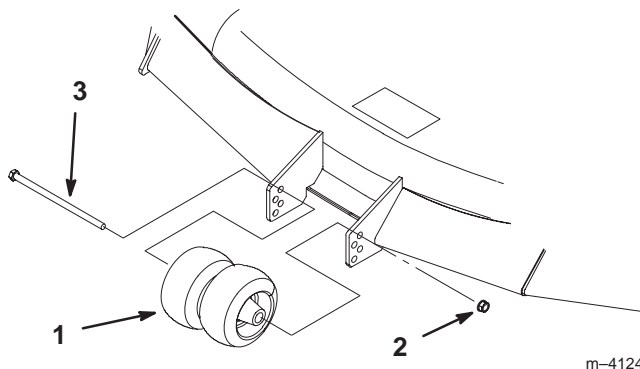

Figure 24
3. Lorsque la hauteur de coupe est réglée, enlevez le boulon et l'écrou (Fig. 24).
4. Choisissez le trou pour que la roue de jauge se trouve le plus près possible de la hauteur de coupe correspondante voulue (Fig. 24).
5. Remettez le boulon, les galets centraux et l'écrou (Fig. 24).